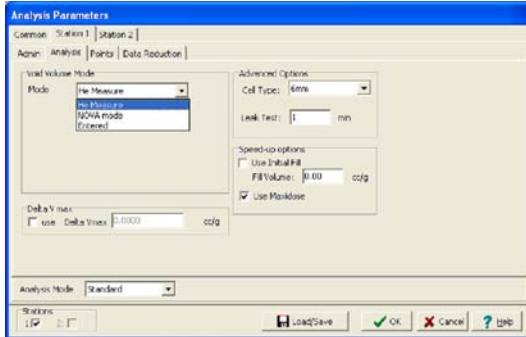
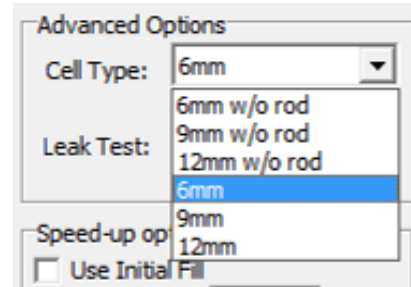

图 12
图 13
- 5) 点击 Analysis 标签, Voind Volume Mode 选择 He Measure (图 12)。Advanced Options 中 Cell Type 根据所选样品管口径及有没有使用填充棒选择相应设置(w/o rod 意为不使用填充棒)(图 13)。Leak Test 可设置为 1 min。